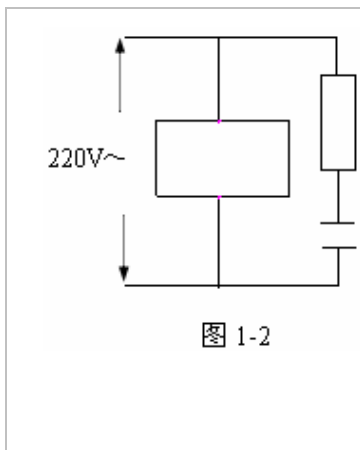
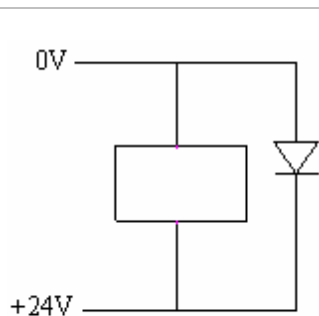
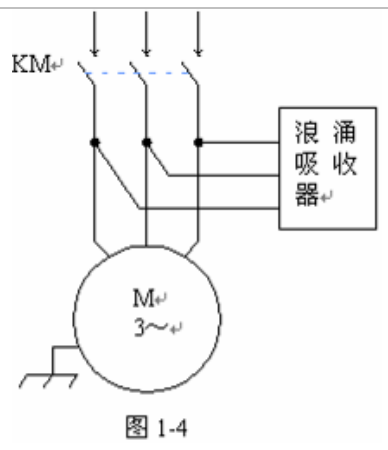

图 1-2
图 1-3
图 1-4
- 3、抑制干扰: 在交流线圈两端并联 RC 回路(如图 1-2), RC 回路安装时要尽可能靠近感性负载; 在直流线圈的两端反向并联续流二极管 (如图 1-3); 在交流电机的绕组端并接浪涌吸收器 (如图 1-4);